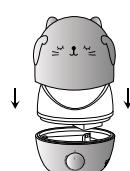

Рис. 4
- Установите резервуар для воды вместе с декоративной частью на основание увлажнителя воздуха [рис.4].